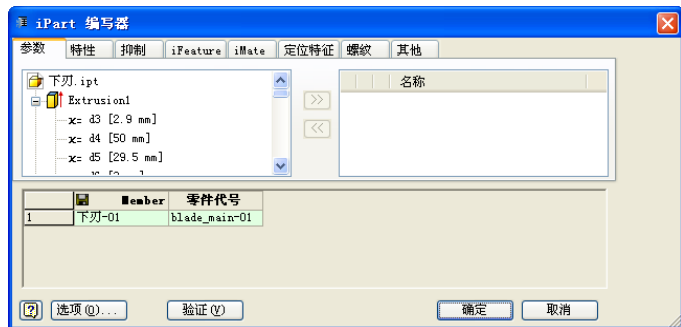

图 3-99 “iPart 编写器”对话框
哪一部分要随每个引用一同修改。然后单击【管理】选项卡内【编写】面板中的【创建 iPart】工具按钮，则打开【iPart 编写器】对话框，如图 3-99 所示。在该对话框中定义表中表示零件引用的行，指定其参数、特性、螺纹信息、iMate 信息、特征抑制和定位特征包含的各种变化形式。最后保存零件，零件即被自动另存为一个“iPart 工厂”，参数表格在浏览器中也会显示出来。下面简要介绍一下创建 iPart 工厂的各个参数。
(1) 如图 3-99 所示的【参数】选项卡中，左侧的窗口列出了可作为 iPart 的特征及其参数，如果双击某个特征，或选中该特征后单击按钮，则该特征下的所有尺寸参数都会加入到右边的窗口中，成为 iPart 工厂零件的参数；或双击某个特征的某个尺寸，或选中该特征后单击按钮，也可将该尺寸加入到右侧的窗口中。
(2) 如果要删除右侧窗口中的某个参数，可选中后单击按钮即可。
(3) 加入到 iPart 工厂中的参数同时出现在下方的表格中，成为表格的一行。如果要向表格中添加新的一行，创建另外一个引用，可选择表格的一行，然后单击右键，在【打开】菜单中选择【插入行】选项，则会创建一个新的行，新行中的参数数值完全是第一行的复制，用户可随意修改。